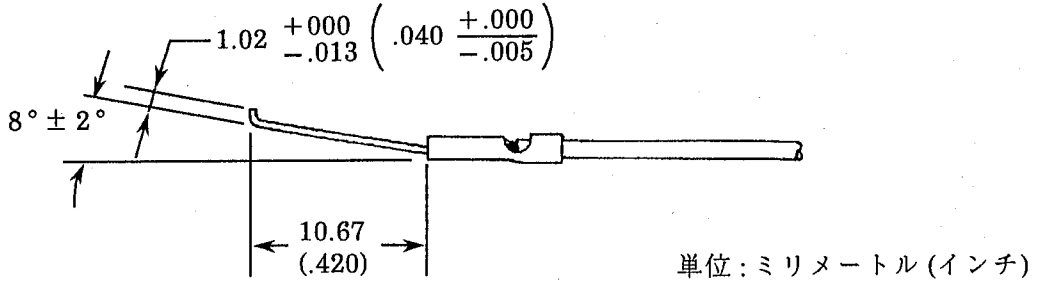

Fig. 3
(1) リード線と絶縁被覆むきした単線は、電線圧着胴部をとおって伸びていること。
(2) 絶縁部と導線の両方が、絶縁被覆抑え部と電線圧着胴部との間に容易に見えること。絶縁部が電線圧着胴部の中に圧着されないように注意すること。
A. 絶縁被覆むきした単線は、Fig. 3に示すように曲げられること。